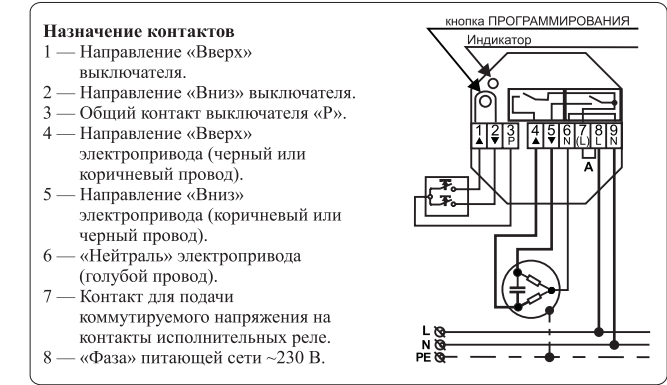

Рисунок 1. Типовая схема подключения Radio 8113 UP
- Ознакомиться со стандартной схемой подключения (см. рис. 1).
- Подключить синий (голубой), провод привода («нейтраль») к контакту 6 устройства (рис. 1).
- Подключить провод направления «ВВЕРХ» электропривода к контакту 4 устройства (рис. 1).
- Подключить провод направления «ВНИЗ» электропривода к контакту 5 устройства (рис. 1).
- Нажать и удержат кнопку ПРОГРАММИРОВАНИЯ более 4 секунд (см. рис. 1) в отсутствие подаваемых команд с выключателя или мини-пульта.